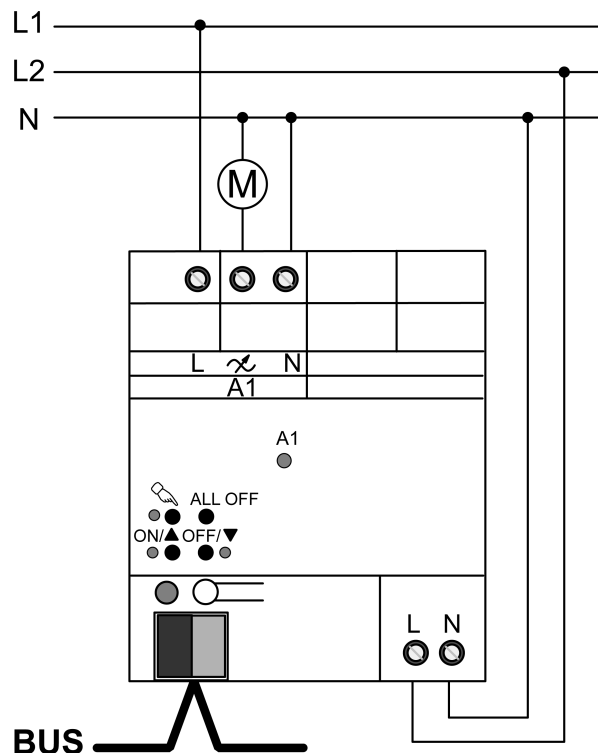

Bild 7: Enkel dimmeraktor - anslutning för varvtalsställardrift
- Anslut enheten enligt anslutningsexemplet (Bild 7).